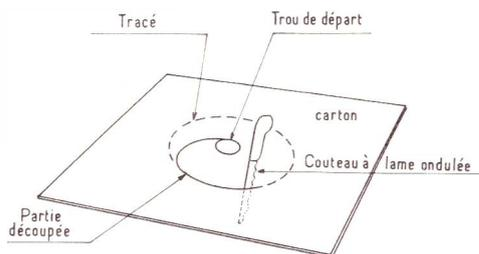

Figure 7
6) Décomposer très soigneusement le cercle intérieur. Ce travail se fait aisément avec un couteau bien aiguisé, avec un couteau à tranchant ondulé ou encore mieux avec un couteau électrique ou une bonne scie à bois ou à métaux (voir figure 7).